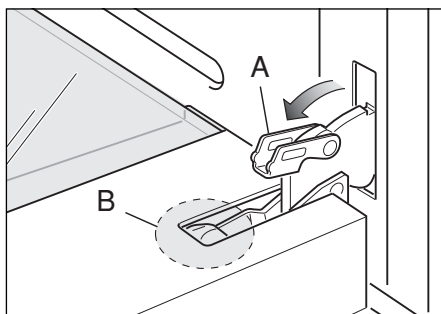
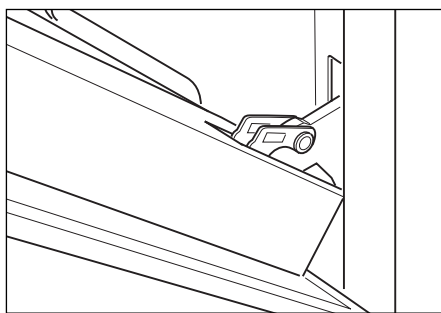

Figura 40b
Figura 40c
- Aprire completamente la leva "A" sulle cerniere sinistra e destra. (Figura 40b).
- Chiudere dolcemente la porta (figura 40c) fino a quando le cerniere sinistra e destra non vengono agganciate all'elemento "B" della porta (Figura 40b)